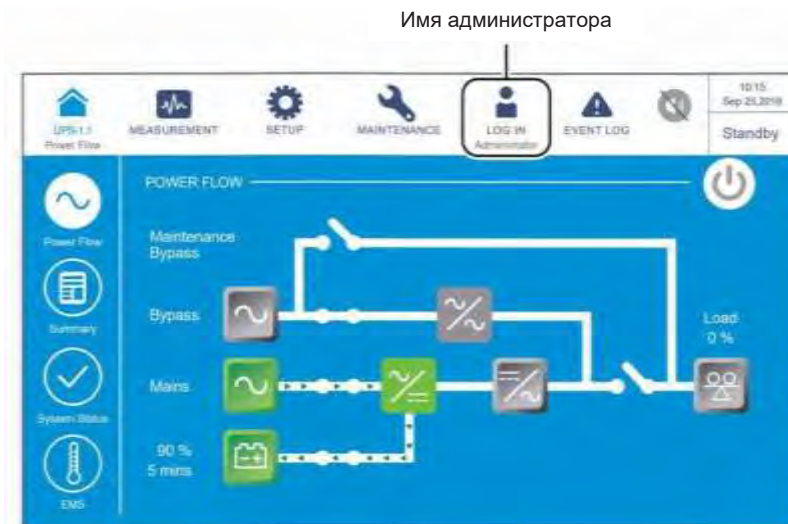

Рисунок 6-60: Экран режима ожидания и имя администратора
- 4) Перевести в положение **OFF (ВЫКЛ.)** выходной переключатель (Q4) и войти в систему как **Администратор**. Для получения пароля **Администратора** свяжитесь с персоналом по техническому обслуживанию. После входа в систему убедитесь, что вход произошел под именем **Администратора** (см. **Рисунок 6-60**).